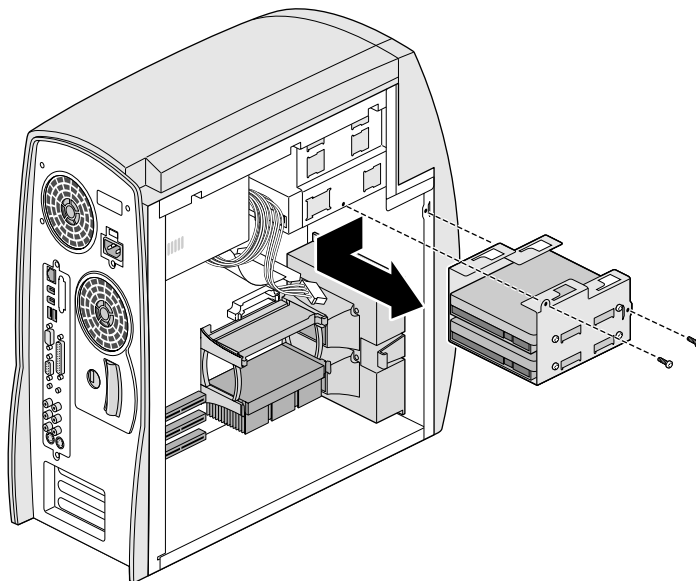

Figura 4-16 Rimozione del supporto per dischi rigidi interni
5. Rimuovere il supporto per unità dal sistema, come illustrato nella Figura 4-16.